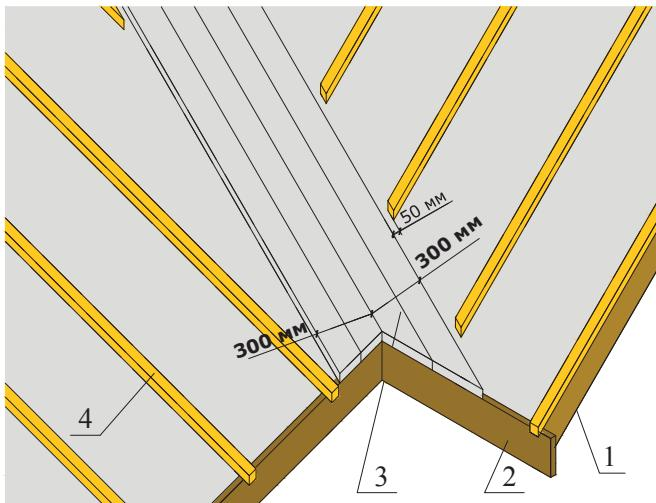

Рис. 6
4.1.10. В ендove обрешетка заводится на опорный настил таким образом, чтобы между торцами обрешетки и осью ендово оставалось расстояние 225 мм (см. рис. 6).